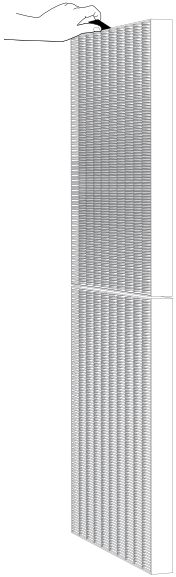

Fig. 1
4. Enlever et jeter les filtres usagés. Pour ce faire, il faut tenir le filtre à carbone à n'importe quel endroit le long de son périmètre et l'enlever. Pour enlever le filtre HEPA, tenir la languette (Figure 1) et tirer pour le dégager. Remplacer les filtres usagés par de véritables filtres Vornado. Placer les filtres dans l'unité et appuyer doucement sur le périmètre du filtre pour s'assurer qu'il est bien en place (Figure 2).